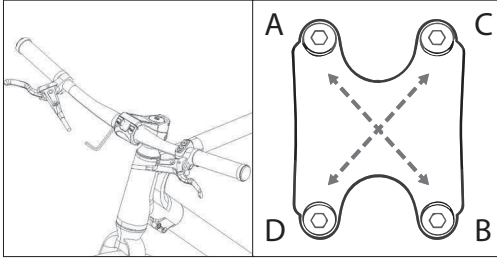

Abbildung 1-5
- c. Schieben Sie den Lenker nach links und rechts, um ihn zu zentrieren; drehen Sie ihn leicht, sodass die Bremshebel nach unten geneigt sind. Ziehen Sie dann die Schrauben in einer A-B-C-D-Sequenz allmählich fest, wie in [Abbildung 1-5] gezeigt.